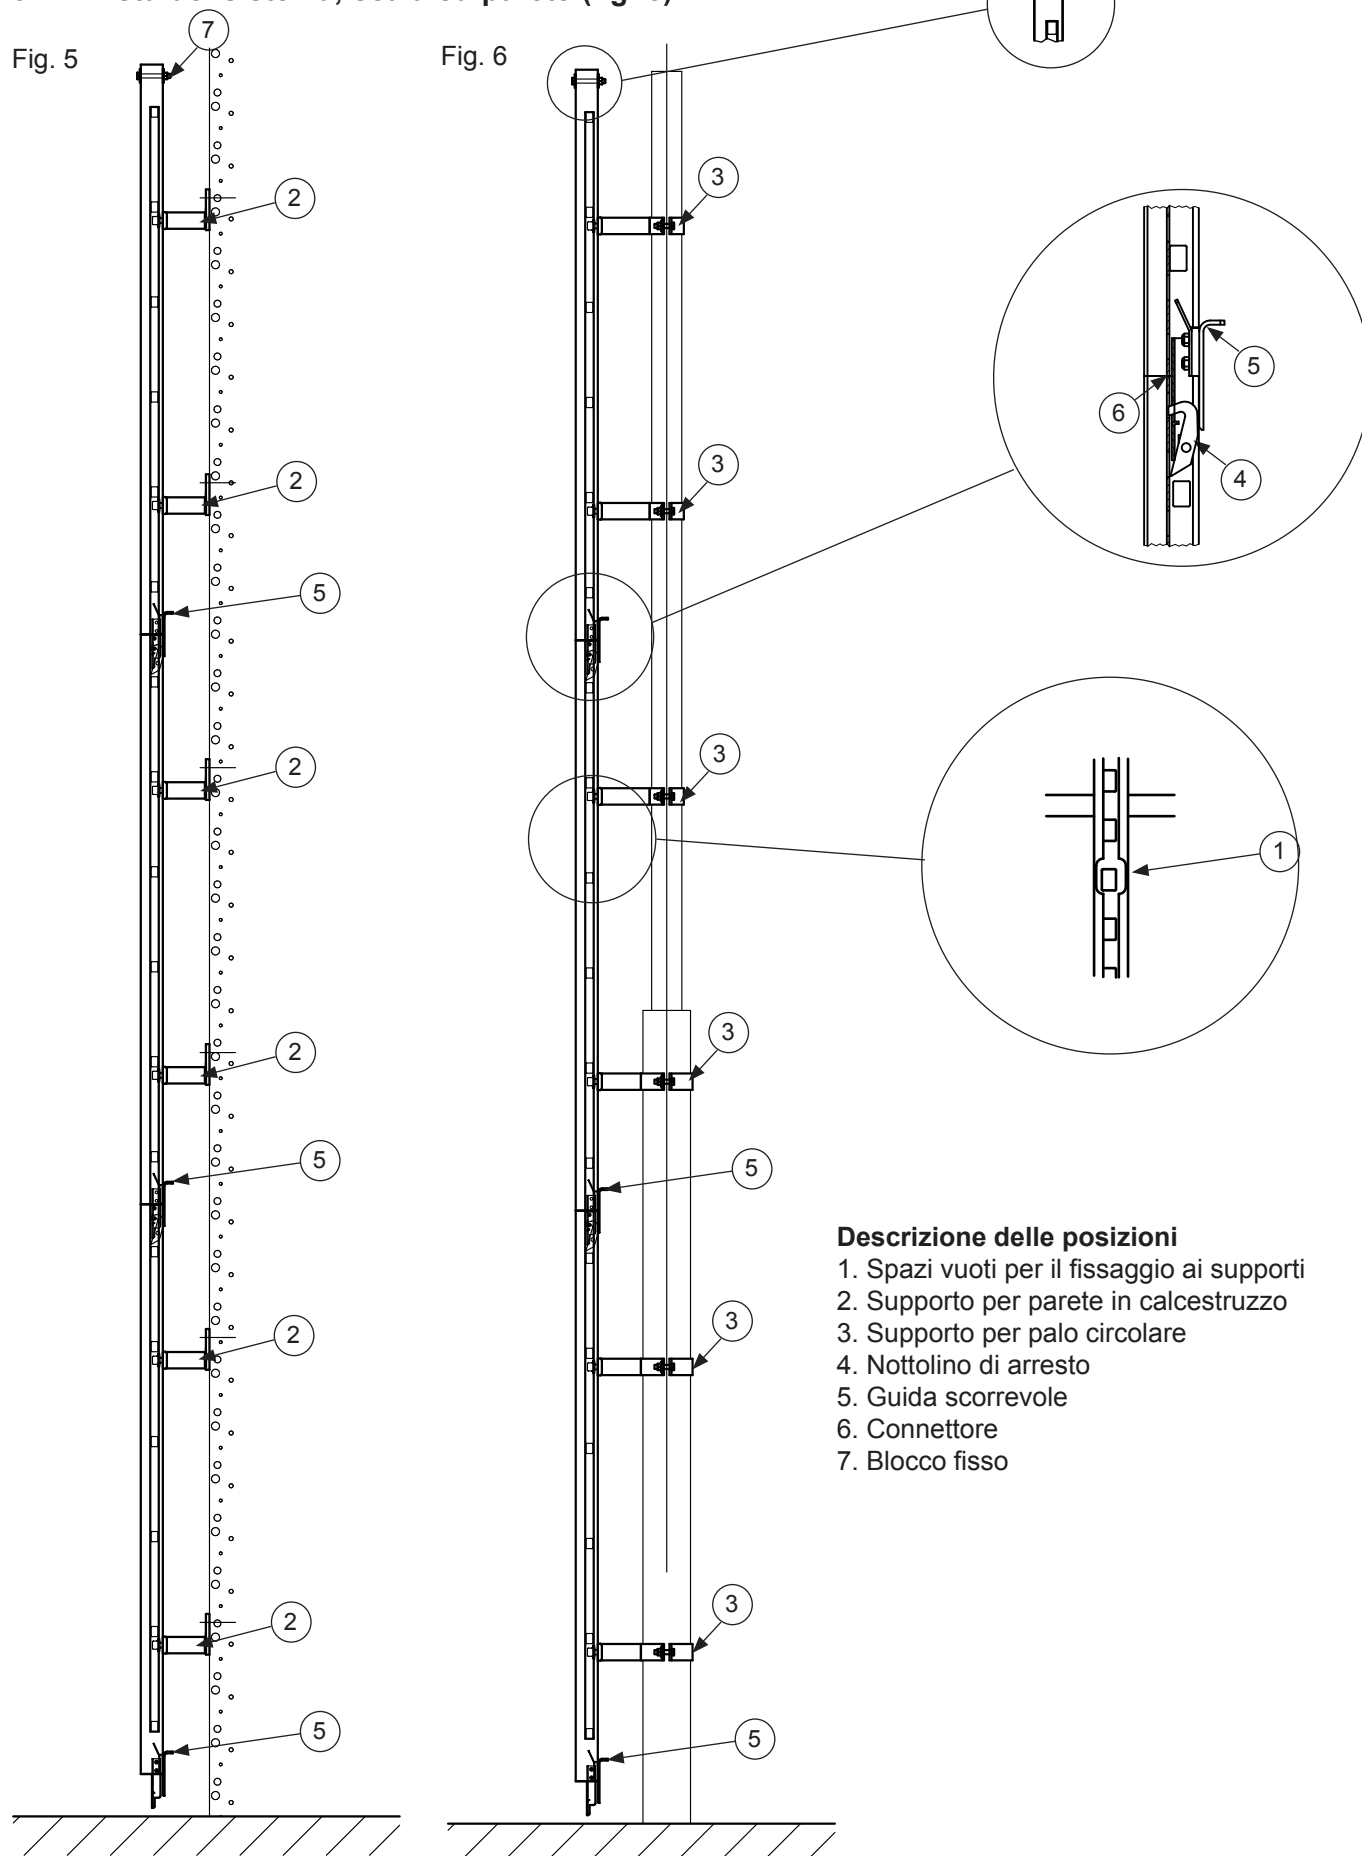

Fig. 7
lunghezza 2.800 mm: 10 kg (fig. 7)
- Rispettare le distanze tra i supporti indicate nei disegni (fig. 7 – 11).